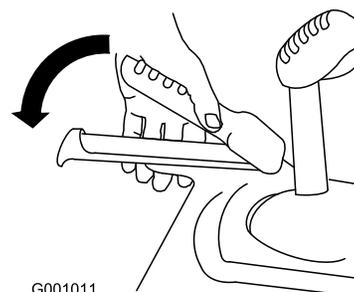

Bild 35
2. Kuppeln Sie den Fahrtriebshebel ein und halten ihn fest (Bild 35).